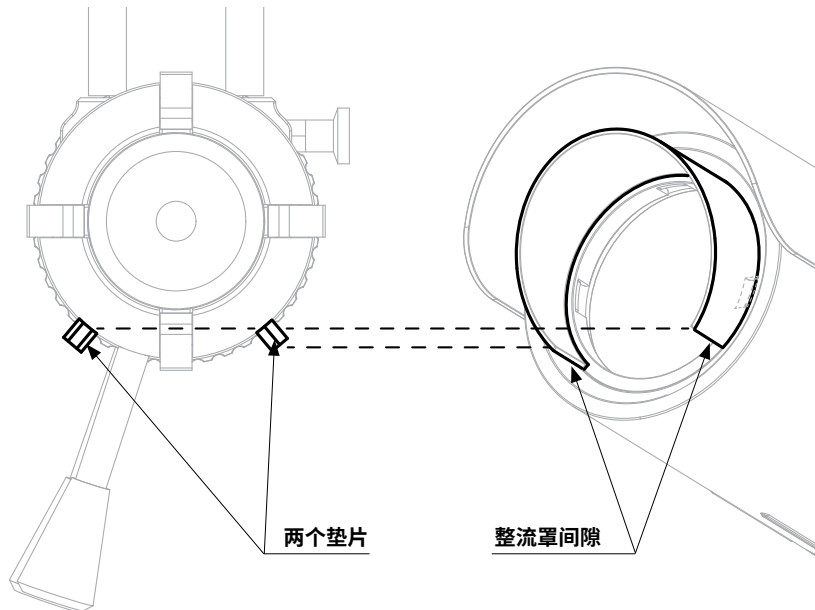

图 33. 将垫片与整流罩间隙对齐
2. 将 Alignment Scope 的两个垫片与仪器的整流罩间隙校准, 如图所示 (图 33)。